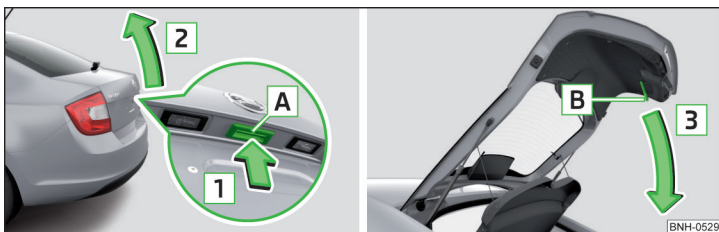

Fig. 36 Deschiderea/închiderea capotei portbagajului
- > Pentru **deschidere**, apăsați butonul **A** în sensul săgeții **1** > fig. 36.
Butonul **A** > fig. 36 se dezactivează la plecarea de pe loc respectiv de la o viteză mai mare de 5 km/h. După oprire și deschiderea unei portiere, butonul este activat din nou.